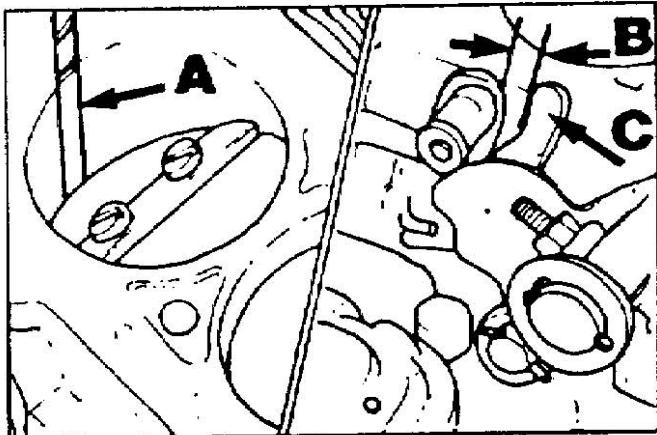

Рис. 6 Регулировка частоты вращения холостого хода
- Измерьте зазор дроссельной при помощи калибра (A, Рис. 6) или сверла соответствующего диаметра.
- Снова втолкните тягу вакуумного блока холодного пуска и проверьте зазор дроссельной заслонки при помощи калибра (A, Рис. 6) или сверла соответствующего диаметра.
- Если величина зазора выходит за допустимые пределы, произведите регулировку, осторожно уменьшая или увеличивая зазор "B" рычага С (Рис. 6).